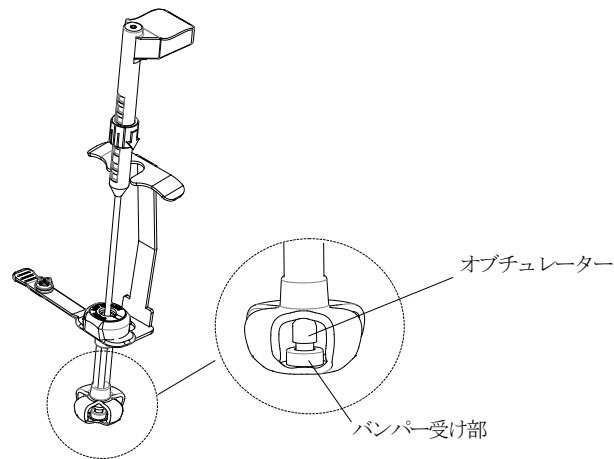
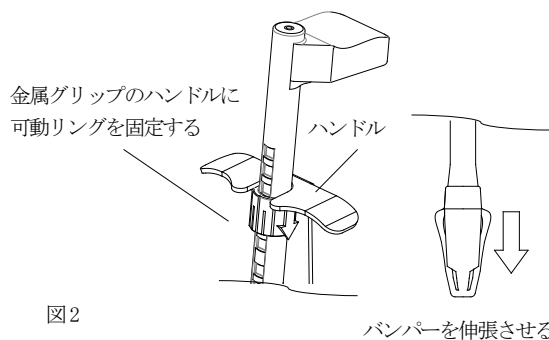

図1
図2
- ①瘻孔が確実に形成された状態（胃壁と腹壁が明確に分離していることが確認された状態）であることを確認する。
- ②瘻孔に留置されているカテーテル類にガイドワイヤーを通し、その使用方法に従い、適切な方法でカテーテルのみ抜去する（ガイドワイヤーは瘻孔に留置した状態にする）。
- ③オペチュレーター本体をカテーテル内腔に通し、バンパーの受け部にセットした後、金属グリップを用いてバンパーを伸張させる（図1、図2）。